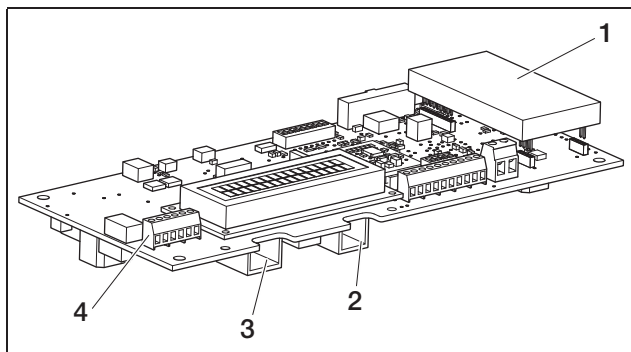

Abbildung 31: Kommunikationsschnittstellen
- Stecken Sie den Stecker des Ethernetkabels in die entsprechende Steckbuchse (3 in Abbildung 31).
- Stecken Sie den Stecker des Telefonkabels in die entsprechende Steckbuchse (2 in Abbildung 31).
Anstelle der Steckbuchsen RJ45 und RJ11 können Sie die sechspolige Schraubklemme zum Anschluss von Ethernetkabel und Telefonkabel nutzen (4 in Abbildung 31). Diese Anschlussart ist für die Installation in Großanlagen vorgesehen.